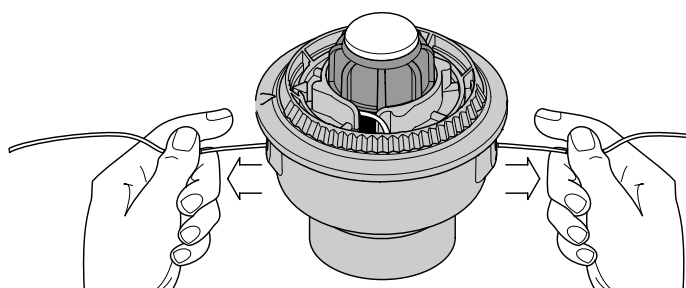

Fig. 19
9. Si el bobinado de la línea se torna dificultoso o la línea se enreda, tire de los extremos de la línea de la bobina. Continúe bobinando el carrete interior en sentido antihorario (Fig. 19).
Si el SpeedSpool® no suelta línea en forma correcta, tire firmemente de los extremos de la línea de la bobina (Fig. 19). Si al hacer esto la línea no se suelta, siga las instrucciones de *limpieza del SpeedSpool®* a continuación.